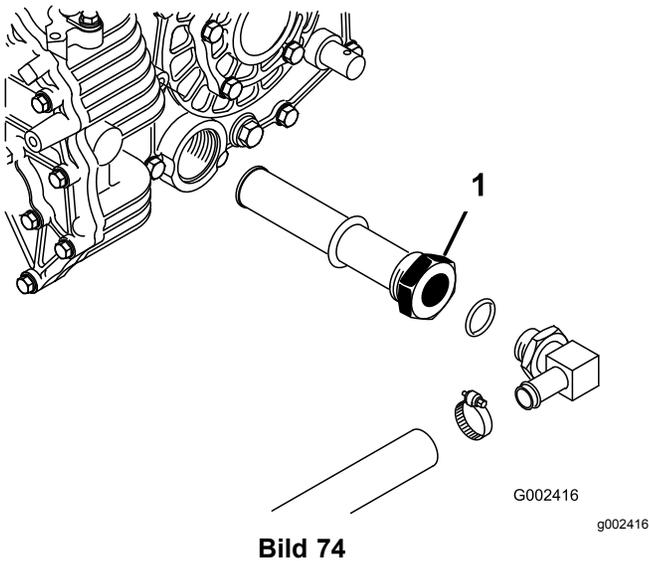

Bild 74
3. Achten Sie auf die Ausrichtung des Hydraulikschlauches und des 90°-Anschlussstückes, das an der Seite des Behälters befestigt ist (Bild 74).